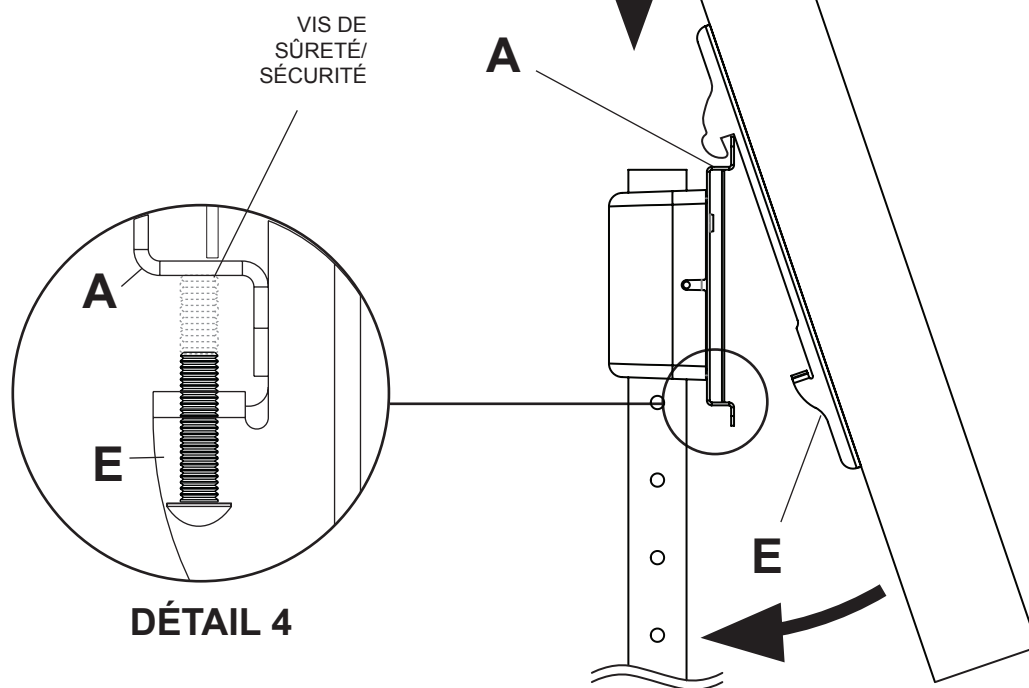

FIGURE 8.1
8 Accrochez les supports adaptateurs (E) à la plaque murale (A). Puis, faites pivoter lentement l'écran vers l'intérieur, comme illustré. Tournez les vis de sûreté/sécurité à l'aide d'une clé hexagonale (P) au moins six fois dans le sens horaire pour éviter le retrait de l'écran comme illustré dans la coupe transversale de la fig. 8.1.